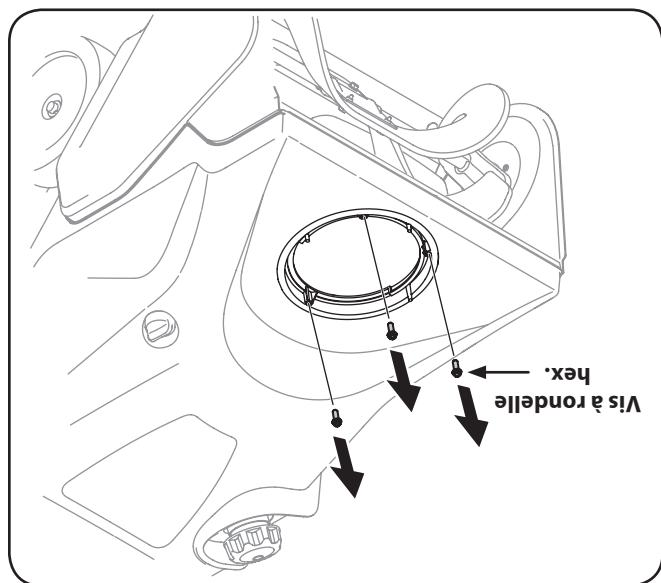

Figure 3-4
1. Enlevez les vis à rondelle hex. placées sur la base de la goulotte. Enlever la goulotte. Voir la Fig. 3-4.